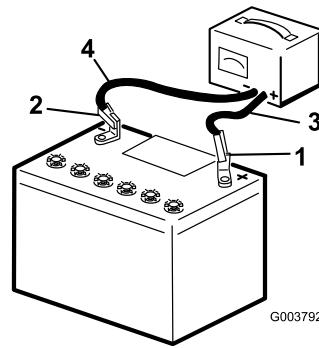

Bild 38
3. Laden Sie die Batterie 10 bis 15 Minuten lang mit 25 bis 30 A oder 30 Minuten lang mit 4 bis 6 A (Bild 38). Überladen Sie die Batterie nicht.
4. Wenn die Batterie voll geladen ist, ziehen Sie den Stecker des Ladegeräts aus der Dose. Klemmen Sie dann die Klemmen des Ladegeräts von den Batteriepolen ab (Bild 38).